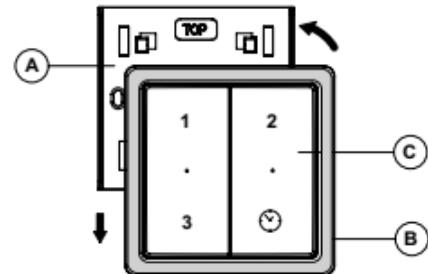

Fig. 6.
3. Plaats de draadloze schakelaar met frame ca. 5mm boven de borgplaat A en breng deze naar beneden, totdat hij in de kluwen van de borgplaat vastklikt. (fig.6)